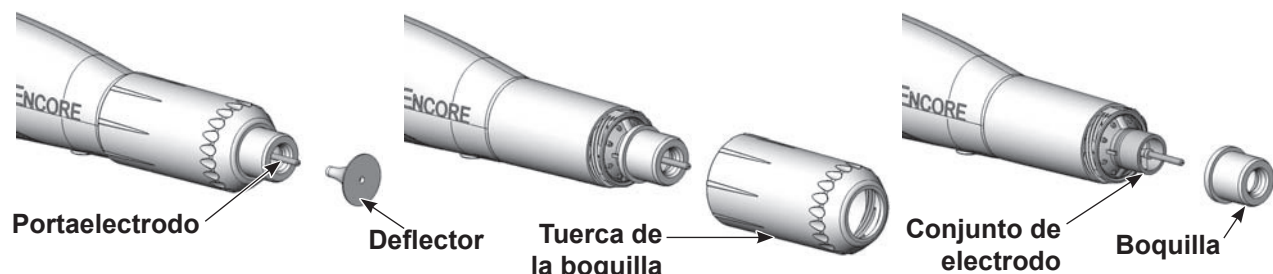

Figura 4-8 Cambio de una boquilla cónica
2. Ver la Figura 4-8. Retirar suavemente el deflector del conjunto de electrodo. Si se cambia únicamente el deflector, se debe instalar el nuevo deflector en el conjunto de electrodo, teniendo cuidado de no doblar el cable del electrodo.